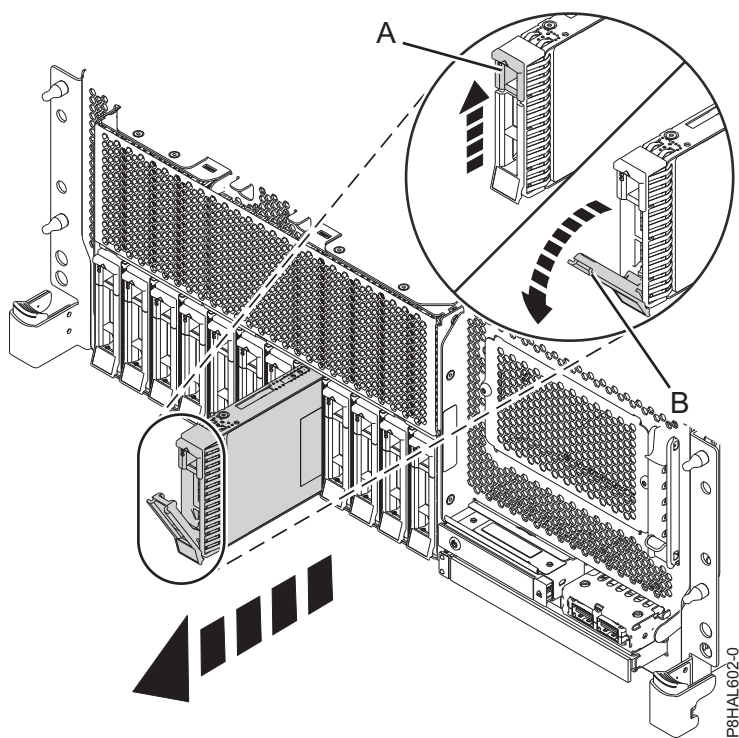
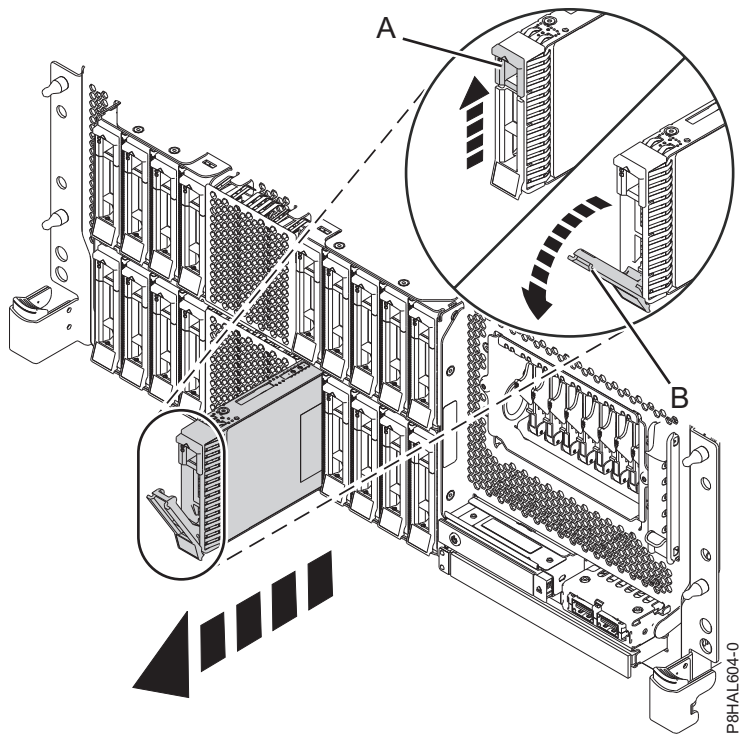

Figura 101. Remover uma unidade de disco de um sistema de função base montado em bastidor
Figura 102. Remover uma unidade de disco de um sistema de função expandida montado em bastidor
4. Quando o LED de identificação fica aceso, desbloqueie a pega do compartimento de unidade (**B**) premindo o trinco da pega (**A**) e puxando-a para fora, como é mostrado na Figura 101 na página 116, Figura 102 na página 116, Figura 103 na página 117 e Figura 104 na página 118. Se a pega não estiver completamente fora, a unidade de disco de segunda geração não poderá deslizar para fora do sistema.